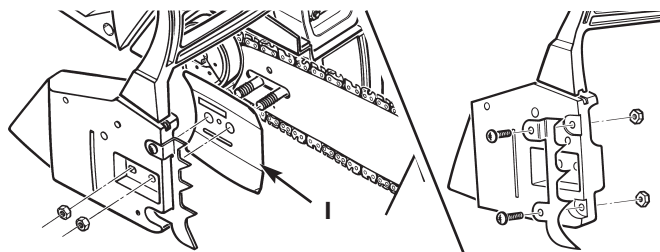

Fig. 27
2. Enlever les 2 écrous de fixation (B) du guide-chaîne. Retirer la capot (C) de Chain Brake®. Enlever la plaque extérieure de barre de guide (M, Fig. 27).
5. Remplacer la plaque extérieure de batte de guide (I) si les bords courbés (le sommet et le fond) sont dirigés loin de la chaîne (Fig. 27).
6. Placer la griffe sur le capot de Chain Brake® comme illustré sur la Fig. 27 (Accessoire Facultatif).